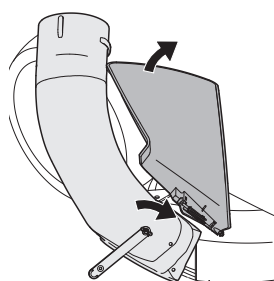

Figura 22
- Con el canal de descarga del tractor levantado y abierto, instale el codo del canal de descarga sobre la abertura del canal de descarga colocando el borde superior posterior del codo del canal de descarga sobre la parte posterior de la abertura de la cubierta, luego pivotando el codo del canal de descarga hacia abajo y sobre la abertura del canal de descarga. Ver Figura 22.